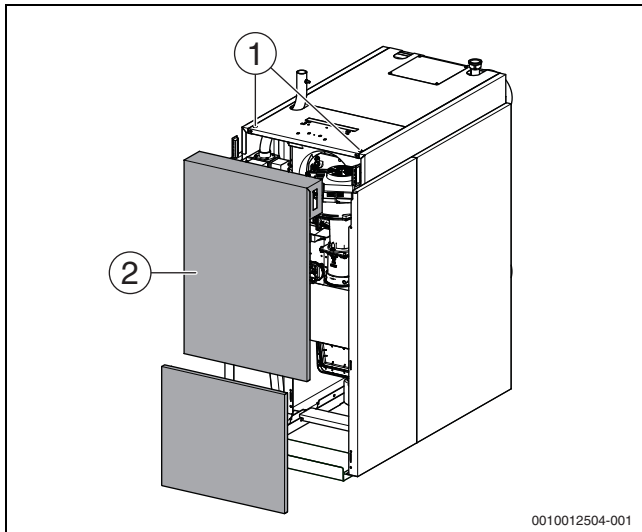

Bild 34 Vorderwand abnehmen
- ▶ Entriegelungsschrauben (→Bild 34, [1]) auf der Oberseite des Heizkessels mit geeignetem Werkzeug gegen den Uhrzeigersinn drehen und obere Kesselvorderwand entriegeln.
- ▶ Kesselvorderwand (→Bild 34, [2]) nach vorne neigen und nach oben aus der unteren Führung heben.